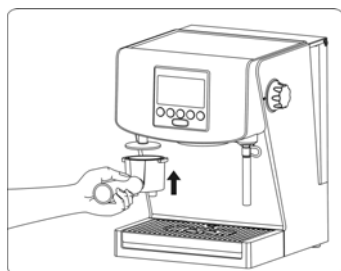

Рис. 4
- 11.9. Убери избыток кофе с края фильтра и утрамбуй кофе при помощи трамбовки в кофеварке (5) или трамбовки мерки (13) (Рис. 4).
- 12.9. Убери избыток кофе с края фильтра и утрамбуй кофе при помощи трамбовки в кофеварке (5) или трамбовки мерки (13) (Рис. 4).
- 13.9. Убери избыток кофе с края фильтра и утрамбуй кофе при помощи трамбовки в кофеварке (5) или трамбовки мерки (13) (Рис. 4).